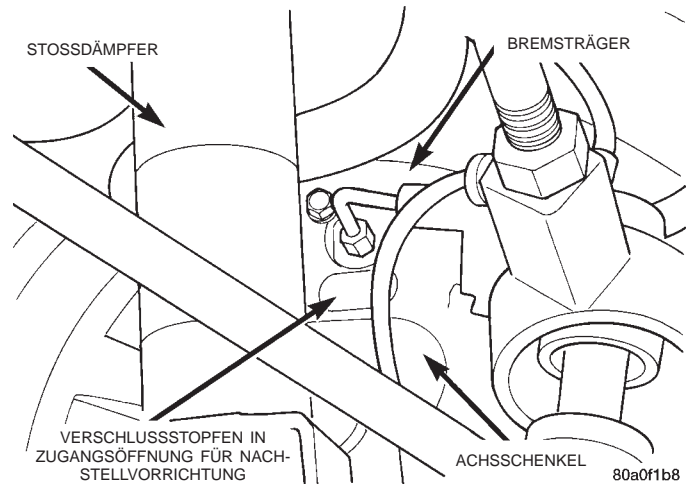

Abb. 169 Verschlussstopfen der Zugangsöffnung für die Nachstellvorrichtung
(1) Das Fahrzeug auf Unterstellböcken oder auf einer Hebebühne anheben; siehe "Fahrzeug anheben" im Abschnitt "Schmierung und Wartung" in diesem Handbuch.
(2) Den Gummistopfen (Abb. 169) aus der Zugangsöffnung für die Nachstellvorrichtung im Bremsträger herausnehmen.
(5) Einen dünnen Schraubendreher oder ein Stück Schweißdraht durch die Zugangsöffnung für die Nachstellvorrichtung einschieben. Den Betätigungshebel vorsichtig aus dem Eingriff mit dem Rändelrad lösen und in dieser Stellung halten. Einen zweiten Schraubendreher in die Zugangsöffnung einführen und mit dem Rändelrad in Eingriff bringen. Das Rändelrad zurückdrehen, bis beim Durchdrehen des Rades kein Widerstand mehr zu spüren ist.
(6) Die Einstellung an dem anderen Hinterrad wiederholen.
(7) Den Handbremshebel nach der Einstellung der Bremsbacken einmal betätigen und wieder lösen, um die richtige Spannung der Bremsseile herzustellen.
(8) Die Gummistopfen in die Zugangsöffnungen in den Bremsträgern einsetzen (Abb. 169).